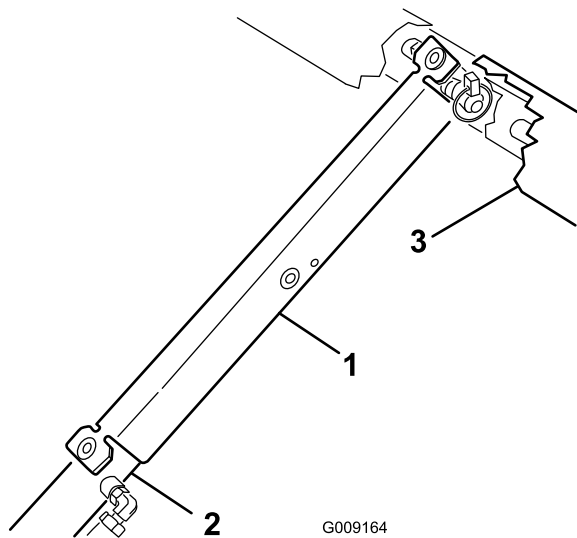

Figure 39
3. Poussez la béquille de sécurité sur la tige du vérin et appuyez bien les pattes d'extrémités contre l'extrémité du corps du vérin et l'extrémité de la tige du vérin (Figure 39).